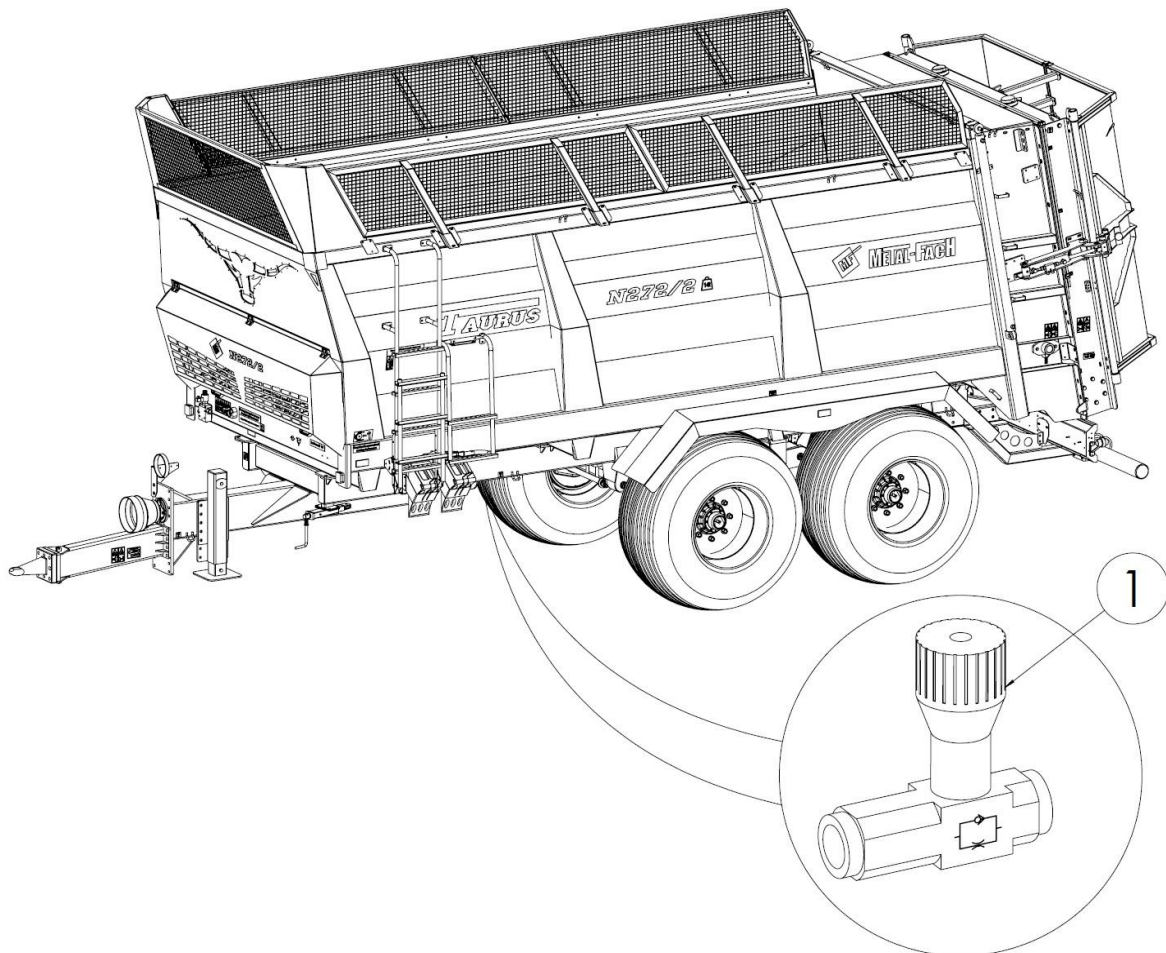

Abbildung 33. Regler für die Klappenöffnung
Bei einem mit Drosselventilen (1) im Hydrauliksystem ausgestatteten Streuer ist es zum Öffnen der Adapterabdeckungen (Abbildung 33) möglich, die Öffnungsgeschwindigkeit zu erhöhen oder zu verringern. Die Öffnungsgeschwindigkeit der Adapterabdeckungen ist werkseitig voreingestellt und ihre Öffnungs- und Schließzeiten sollten zwischen 8 und 12 Sekunden liegen.